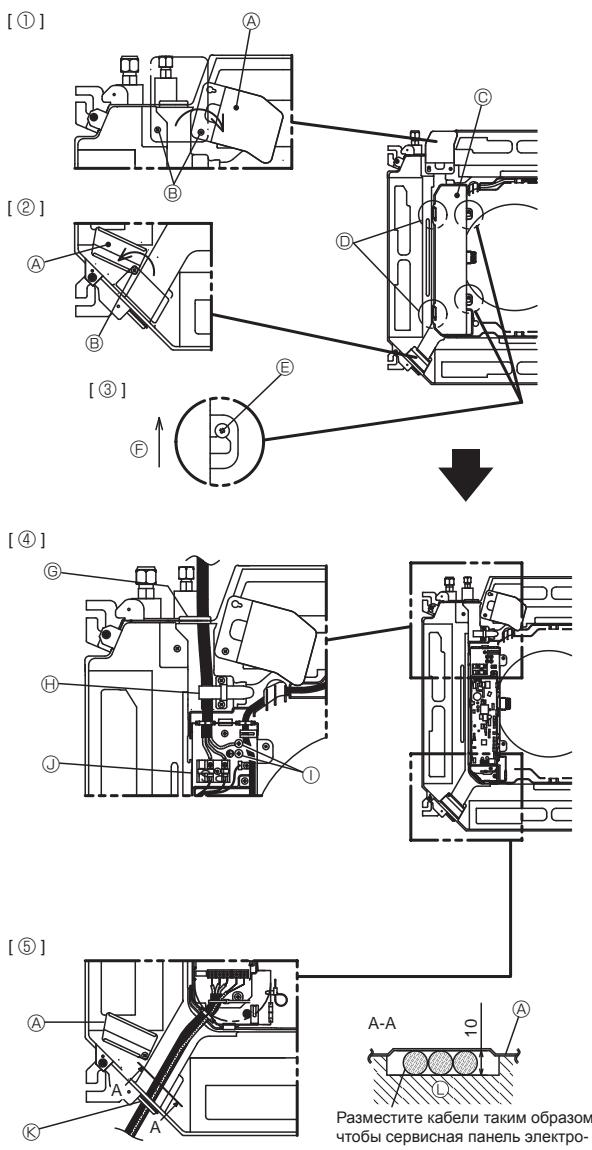
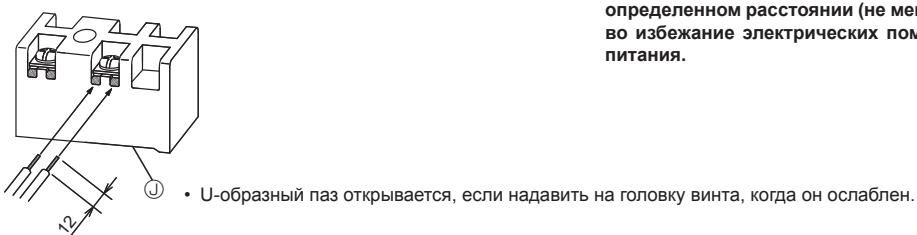
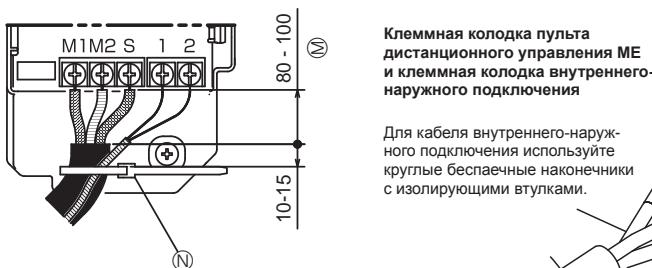

Fig. 4-1
Fig. 4-2
Fig. 4-3
4.1. Внутренний прибор (Fig. 4-1)
1. Ослабьте 2 винта, обеспечивающих фиксацию сервисной панели электропроводки, а затем поверните ее. [Fig. 4-1 ①]
2. Ослабьте один винт, фиксирующий сервисную панель электропроводки на кабельном вводе (кабель пульта дистанционного управления и кабель внутреннего-наружного подключения), и затем поверните сервисную панель в положение, указанное на диаграмме. [Fig. 4-1 ②]
3. Ослабьте 2 винта, крепящих крышку распределительного щита, а затем сдвиньте ее. [Fig. 4-1 ③]
4. Проложите силовой кабель и кабель заземления через вводы проводки, указанные на диаграмме. [Fig. 4-1 ④]
5. Проложите кабель пульта дистанционного управления и кабель внутреннего-наружного подключения через вводы проводки, указанные на диаграмме. [Fig. 4-1 ⑤, Fig. 4-2, Fig. 4-3]